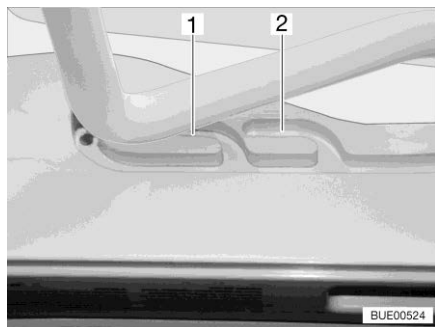
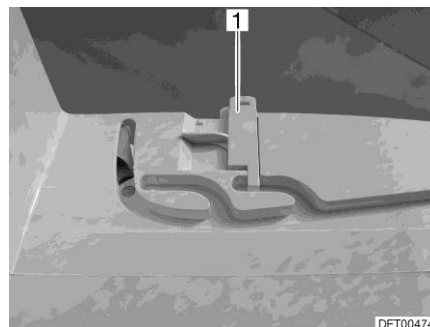

Fig. 121 Guida (posizione di ricircolo d'aria)
Fig. 122 Bloccaggio (posizione di ricircolo d'aria)
È possibile portare l'oblò Heki in due posizioni di ricircolo d'aria: Posizione brutto tempo (Fig. 121,1) e posizione centrale (Fig. 121,2). A seconda del modello, l'oblò può essere bloccato sulla posizione centrale del suo telaio con i due chiavistelli (Fig. 122,1) di sinistra e destra.
- Premere la staffa leggermente verso l'alto, spingerla nella guida selezionata (Fig. 121,1 o 2) ed eventualmente bloccarla.